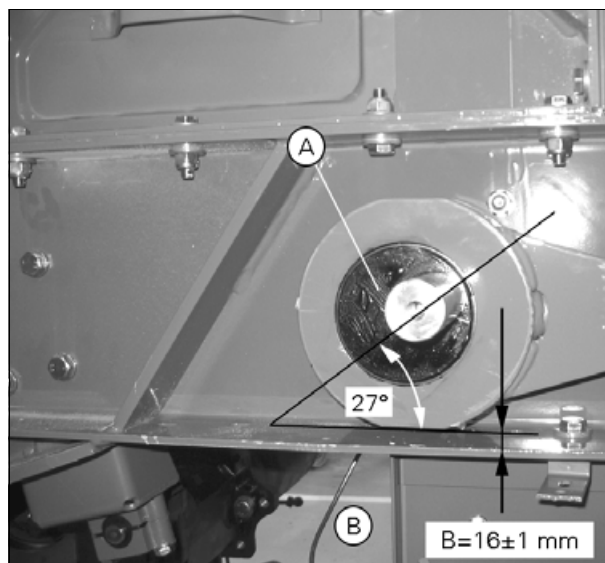

Рис. 7.
2. Затяните подшипники, не устанавливая прокладки в точке (C).
3. Затем установите эксцентрик (A) (рис. 7) в центральное нижнее положение ( $90^\circ$ ) и установите регулировочную пластину (D) в центральное положение.